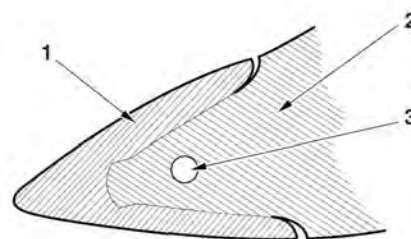

Рис. 30 1.ОСТРИЕ, 2.АДАПТЕР И 3.ШТОК
2. Не следует допускать, чтобы сменные зубья ковша стирались до такой степени, чтобы открывались адаптеры. См. рис. 30.